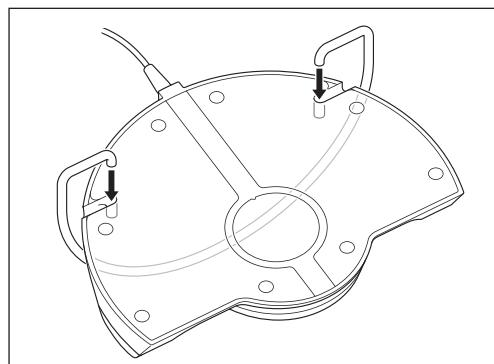

図4
- 1) フットコントローラー裏面の穴に合わせてフットコントローラーハンガーをまっすぐ挿し込みます（図4）。